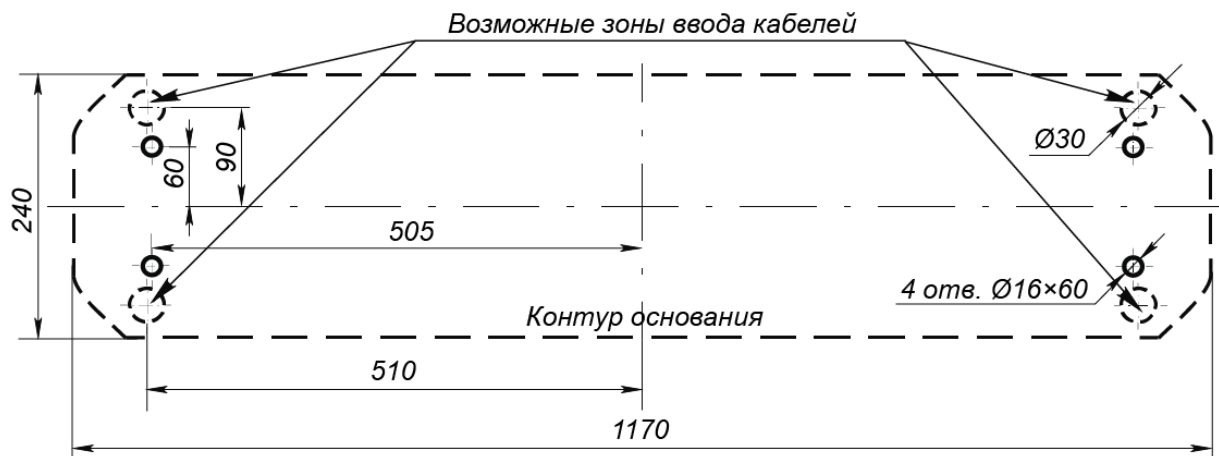
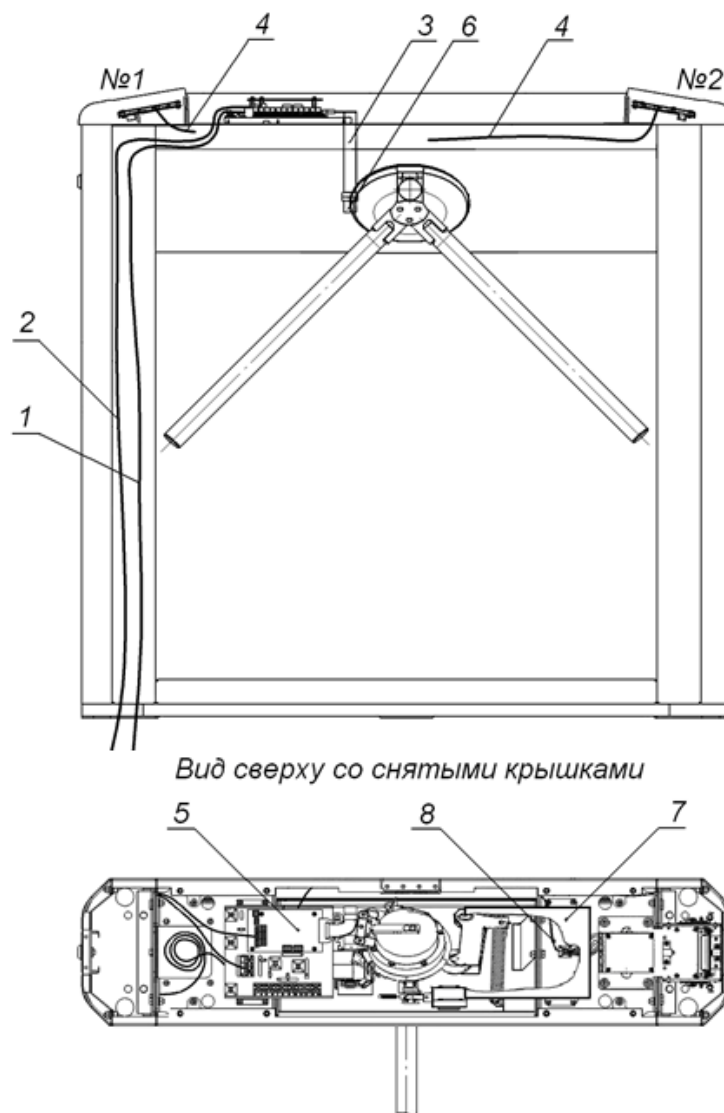
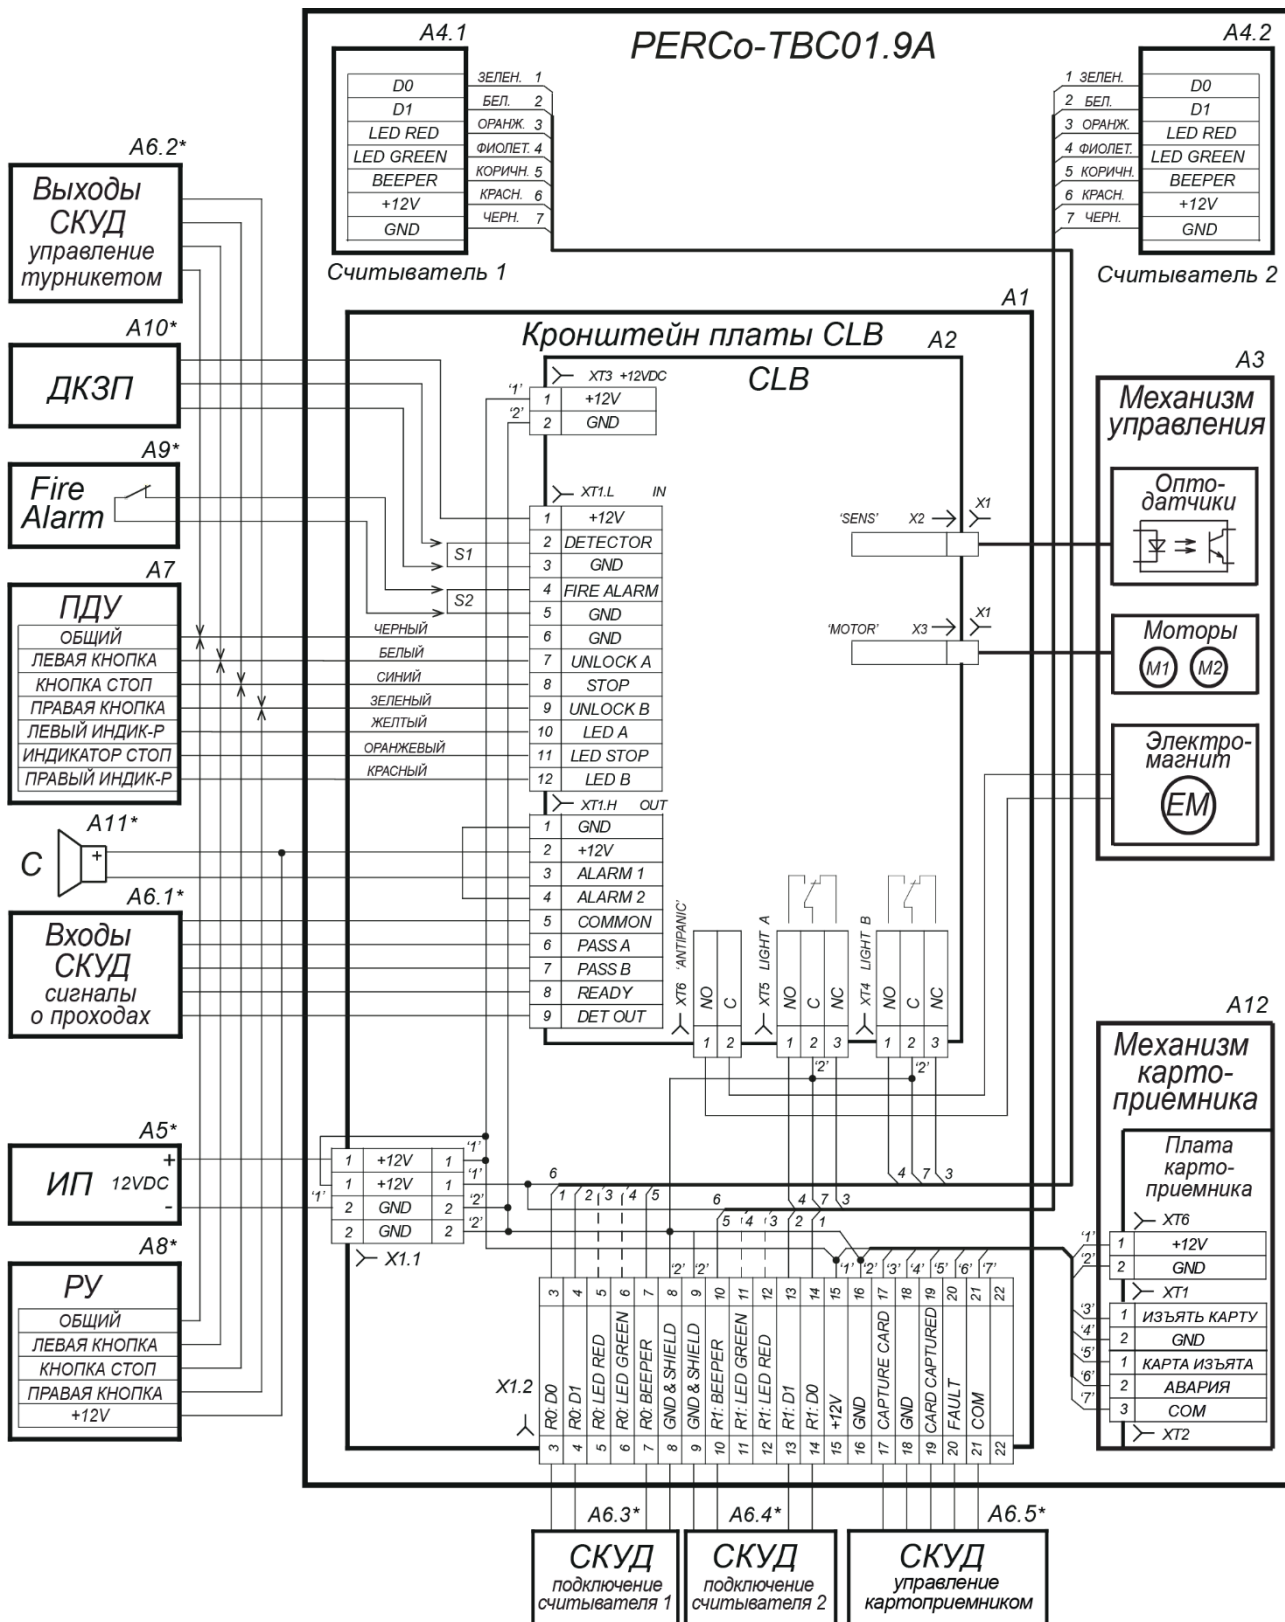

Рисунок 12. Схема разметки для установки стойки турникета1
Рисунок 13. Схема прокладки кабелей в стойке турникета
Рисунок 14. Схема электрических соединений турникета1
2. Подготовьте в полу отверстия под гильзы анкеров для крепления стойки турникета (см. рис. 12). При необходимости прокладки кабелей под поверхностью пола подготовьте в полу кабельный канал, подходящий к зоне ввода этих кабелей в стойку турникета. Установку и крепление стойки производите после прокладки всех кабелей в кабельном канале и внутри стойки. Прокладка кабелей внутри стойки показана на рис. 13.
4. Демонтируйте заглушку стойки (7) и контейнер картоприемника (9), открыв ключом замки (8, 10). Установите стойку турникета на гильзы анкеров и закрепите ее болтами М10.
6. Снимите крышку турникета (3), отвернув ключом винт установочный (13) (см. разд. 6).
7. Подключите кабель питания (14) к клеммной колодке **X1.1** (см. рис. 14).
9. Подключите при необходимости кабели от других устройств к соответствующим клеммным колодкам платы управления (см. рис. 5 и рис. 14). Проверьте правильность и надежность всех электрических подключений.
11. Установите на место крышку (3) (см. разд. 6), заглушку стойки (7) и контейнер картоприемника (9) в порядке, обратном снятию.
Возможна установка картоприемника с противоположной стороны турникета. При этом торцевые крышки (5) со считывателями свои местоположения не меняют. При производстве механизм картоприемника установлен со стороны считывателя №2 (см. рис. 13).
1. Снимите крышку (3) в порядке, указанном в разделе 6.
2. Извлеките контейнер картоприемника (9), открыв замок (10).
3. Извлеките заглушку (7) с противоположной стороны, открыв замок (8).
4. Демонтируйте торцевые крышки (5); каждая крышка крепится двумя винтами M4×16 и двумя шурупами Ø4,2×19 снизу со стороны контейнера (9) или заглушки (7); кабели считывателей, находящихся внутри крышек, не отсоединяйте.
7. Отсоедините кабель картоприемника (8, рис. 13) со стороны платы картоприемника.
9. Переложите кабель картоприемника (8, рис. 13) на сторону считывателя №1. Для фиксации кабеля используйте самоклеящиеся площадки и пластиковые стяжки, входящие в комплект поставки.
10. Подсоедините кабель картоприемника (8, рис. 13) к плате картоприемника (см. рис. 10) согласно схеме (рис. 14).
11. Установите торцевые крышки (5) в рабочее положение и закрепите в порядке, обратном снятию.
12. Установите в рабочее положение контейнер картоприемника (9) со стороны механизма картоприемника, а заглушку (7) – с противоположной стороны.
13. Установите крышку (3) в рабочее положение (см. разд. 6).
Передача данных от считывателей осуществляется по интерфейсу *Wiegand*. Подключение считывателей к контроллеру СКУД необходимо производить экранированным кабелем в соответствии с рис. 14.
\* Линии управления светодиодной индикацией считывателей при производстве подключены к клеммным колодкам **XT4**, **XT5** платы управления (см. рис. 14). Для осуществления внешнего управления индикацией от контроллера СКУД необходимо отключить оранжевые и фиолетовые провода считывателей от разъемов **XT4**, **XT5** платы управления, и подключить их к соответствующим контактам выносной клеммной колодки **X1.2**.
Конструкцией турникета предусмотрена возможность установки платы контроллера СКУД внутрь корпуса турникета. Установка платы осуществляется на кронштейн (7, рис. 13). Максимальный допустимый размер устанавливаемой платы контроллера 160×150×35 мм.
Подключение контроллера к плате управления турникета производится в соответствии с рис. 14. Управление механизмом картоприемника от контроллера СКУД осуществляется согласно требованиям раздела 5.7.